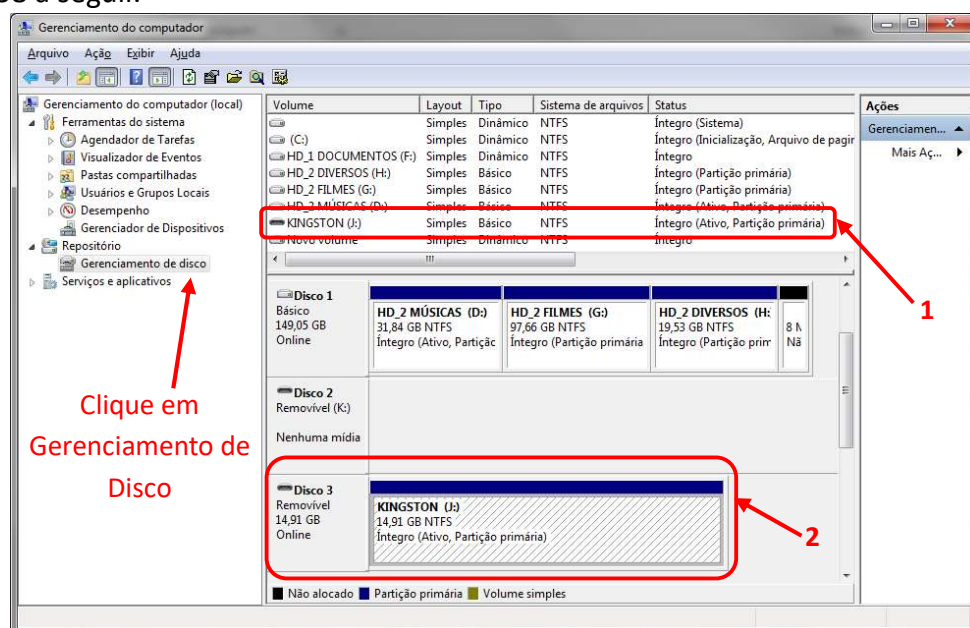

Figura 5-38: Gerenciamento de Disco do Computador
3. Clique em **Gerenciamento de Disco** e serão exibidas informações a respeito do dispositivo USB no lado direito da janela como nas marcas vermelhas 1 e 2 da figura 5-38 a seguir.